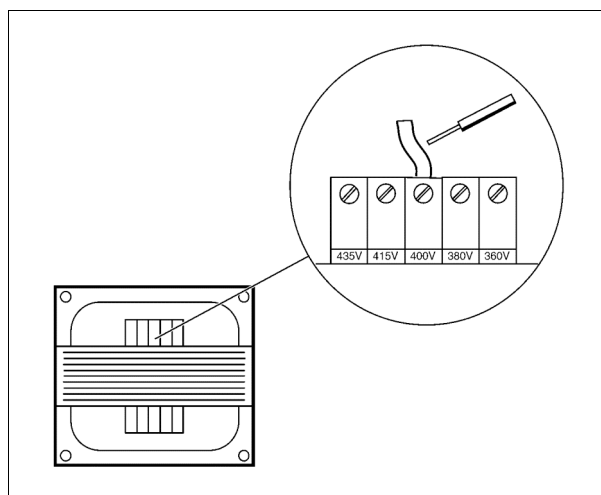

Bild 12
Ab Werk ist der Steuertransformator auf die Bemessungsspannung voreingestellt. Die Praxis zeigt, dass die tatsächliche Versorgungsspannung in der Regel davon abweichen kann. Zur Anpassung an Ihre Verhältnisse muss die korrekte Einstellung des Steuertransformators im Lastbetrieb der Anlage durch Messung der Steuertransformator-Ausgangsspannungen kontrolliert und gegebenenfalls neu eingestellt werden! Dazu sind mehrere Anzapfungen vorgesehen (siehe Schaltplan). Bild 12 zeigt hierzu ein Beispiel.
- Einstellung des Steuertransformators prüfen (siehe auch Kapitel 6.3). (Bild 12)